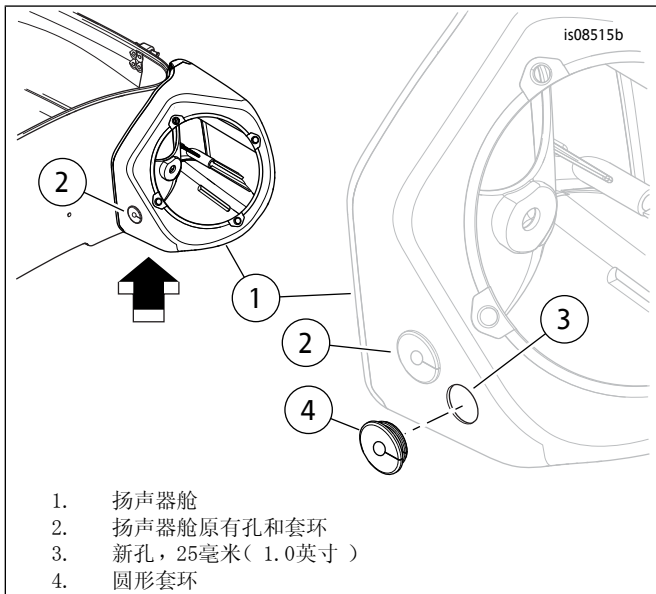

图1。安装套环
4. 参见图1。在每个扬声器舱(1)中钻出新的25 mm(1.0 in)孔(3)，远离现有套环(2)，大致如图所示。